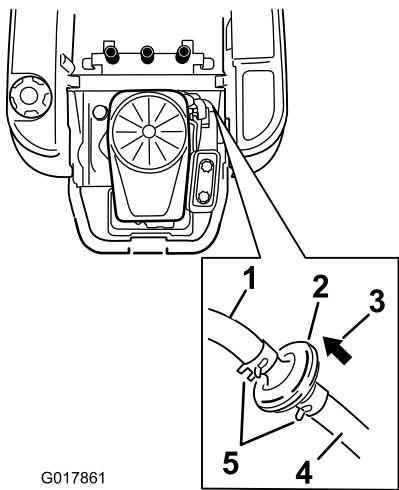

Figure 34
3. Soulevez le siège et localisez les filtres à carburant, comme illustré à la Figure 34.
- 4. Pincez les extrémités des colliers et éloignez les colliers du filtre (Figure 34).
- 6. Posez un filtre neuf en veillant à orienter la flèche indiquant le sens d'écoulement vers le moteur. Rapprochez les colliers de flexibles du filtre (Figure 34) pour le fixer en place.